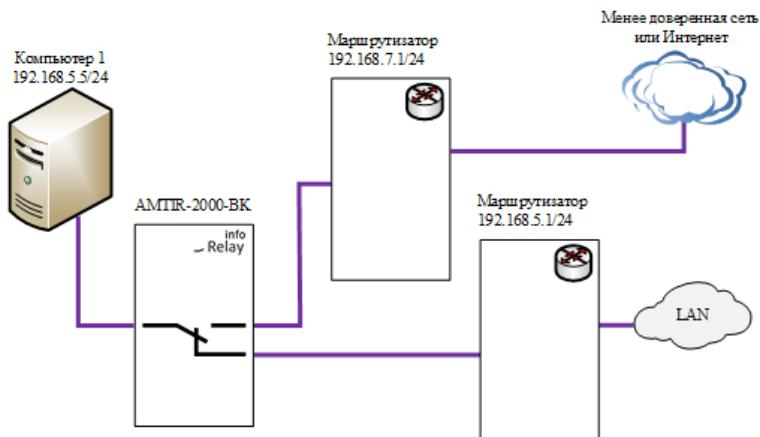

Рис. 12. Доступ в менее доверенную сеть с отключением доступа в LAN
4. Временное подключение доступа в менее доверенную сеть, в том числе Интернет, для рабочей станции с одновременным отключением доступа в локальную сеть с целью защиты ее от внешних угроз, Рис. 12.